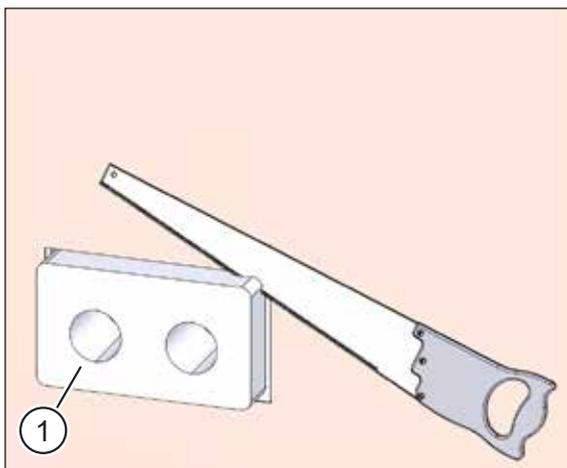
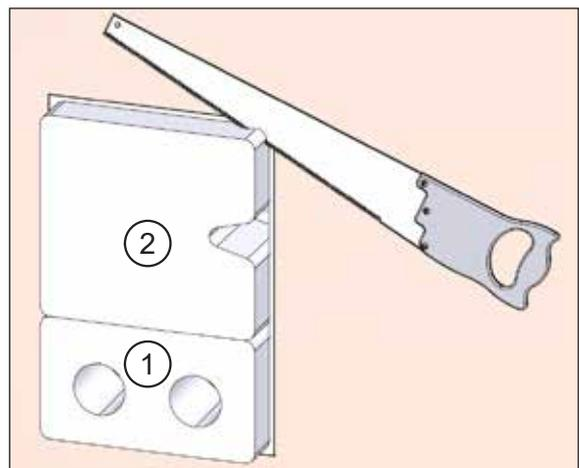

Abb. 34: Mauerkasten **ohne** Füllstück anpassen
Abb. 35: Mauerkasten **mit** Füllstück anpassen
- ▶ Kürzen Sie mit einer Styroporsäge den überstehenden Mauerkasten (Pos. 1 in Abb. 34 und Abb. 35) und ggf. das Füllstück (Pos. 2 in Abb. 35), so dass diese bündig mit der Wand oder der angebrachten Dämmung sind.